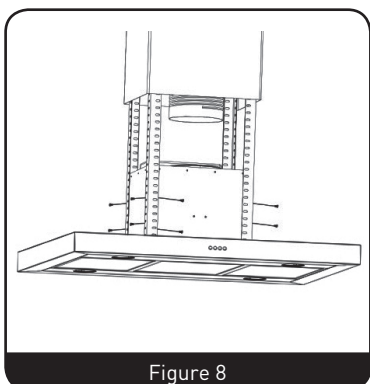

Figure 8
- Soulevez le boîtier de la hotte aspirante et insérez-le entre les barres d'angle, puis fixez-le avec 16 vis M5. (Figure 8)